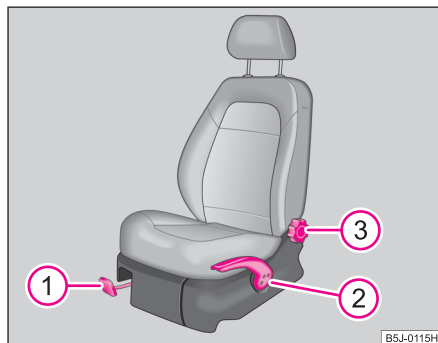

Fig. 46 Elementos de manejo en el asiento
- Tire de la palanca ① ⇒ fig. 46 hacia arriba, desplazando al mismo tiempo el asiento hasta la posición deseada.
- Suelte la palanca ① y desplace el asiento hasta que el enclavamiento encastre de forma audible.